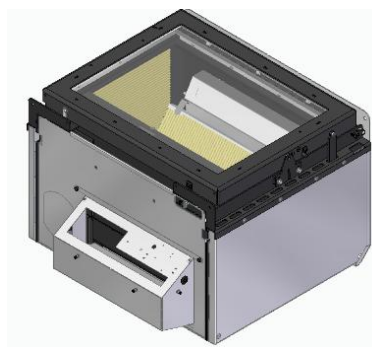

Figura 51 – Desmontaje de las microarticulaciones inferiores
b. Fijar el kit de ventilación debajo del equipo, en la parte inferior, como se muestra en la imagen, ver Figura 51.